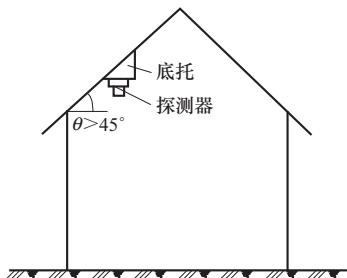

图 8-15 坡度大于 45° 的屋顶上探测器的安装
(7) 探测器在顶棚宜水平安装, 如必须倾斜安装时, 应保证探测器的倾斜角 $\theta \leq 45^\circ$ 。若倾斜角 $\theta \geq 45^\circ$, 应采用木台座或其他台座水平安装, 如图 8-15 所示。
(8) 在厨房、开水房、浴室等房间连接点走廊安装探测器时, 应避开其入口边缘 1.5m 。
(9) 在电梯井、升降机井及管道井设置探测器时,其位置宜在井道上方的机房顶棚上。未按每层封闭的管道井(竖井)安装火灾探测器时,应在最上层顶部安装。隔层楼板高度在三层以下且完全处于水平警戒范围内的管道井(竖井)可以不安装。
(10) 火灾探测器的报警确认灯应面向便于人员观察的主要入口方向。